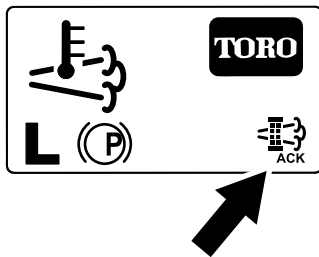

Figura 57
- L'InfoCenter visualizza la schermata Home e l'icona della rigenerazione (Figura 57) è presente nell'angolo in basso a destra della schermata mentre la rigenerazione procede.